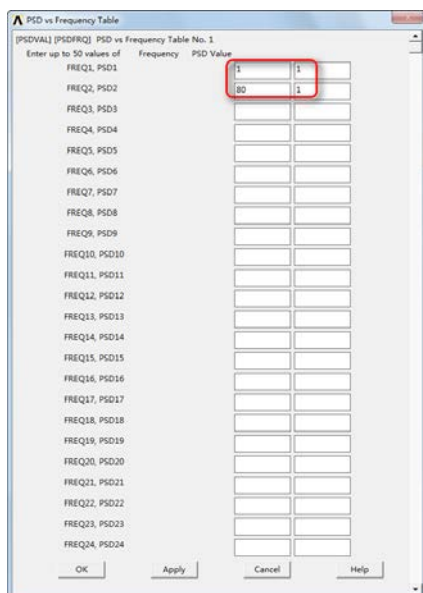

图 13-55 “PSD vs Frequency Table”对话框
⑥弹出“PSD vs Frequency Table”对话框,如图 13-55 所示,在“FREQ1,PSD1”后面依次输入“1, 1”,在“FREQ2,PSD2”后面依次输入“80, 1”,单击“OK”按钮。